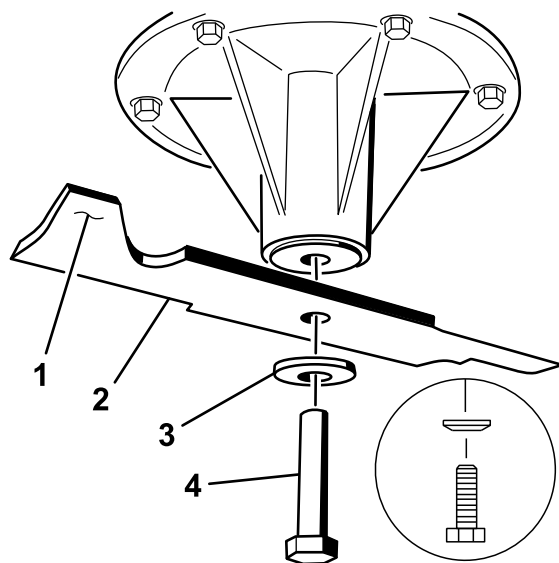
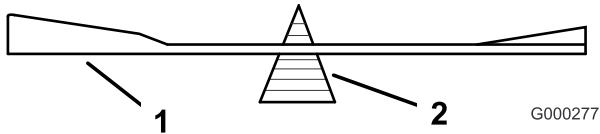

Bild 80
Bild 82
2. Entfernen Sie die Messerschraube, Wellenscheibe und das Messer von der Spindelwelle (Bild 80).
2. Überprüfen Sie die Auswuchtung des Schnittmessers auf einer Ausgleichsmaschine (Bild 82). Wenn das Schnittmesser in seiner horizontalen Position bleibt, ist es ausgewuchtet und kann wiederverwendet werden. Feilen Sie, wenn das Schnittmesser nicht ausgewuchtet ist, vom Flügelbereich des Messers etwas Metall ab (Bild 80). Wiederholen Sie diesen Vorgang, bis das Messer ausgewuchtet ist.